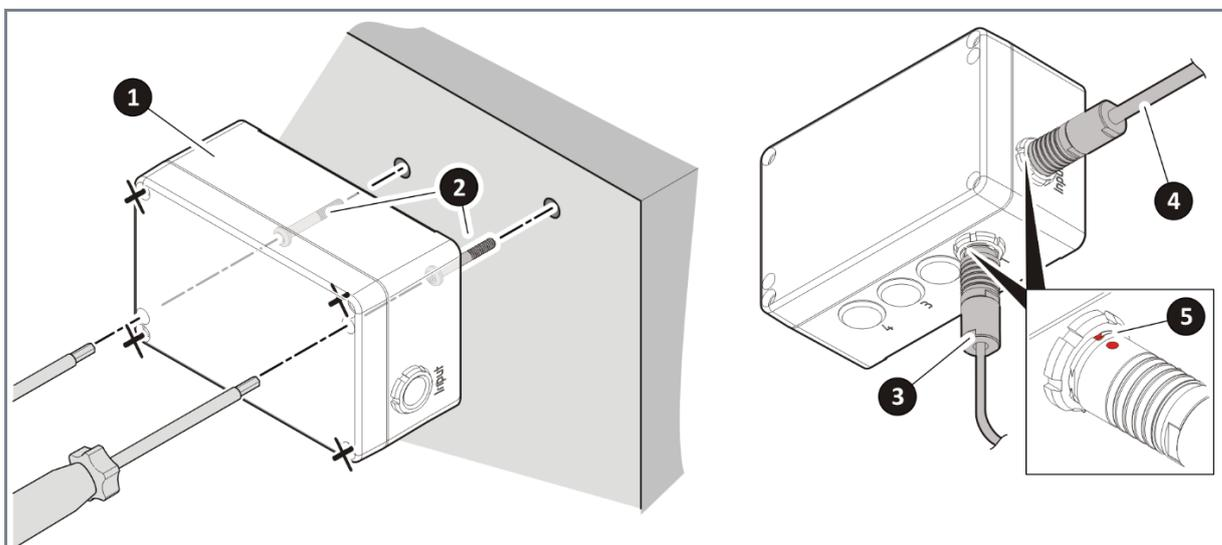

Abb. 6 DynamicMold® Controller installieren und Stecker verbinden
1. Schrauben Sie den DynamicMold® Controller (Abb. 6, Pos.1) am Formwerkzeug fest. Verwenden Sie eine Schraubensicherung um ein Lösen der Schrauben (Abb. 6, Pos.2) zu verhindern. Die zu verwendeten Schraubensicherung und Anzugsdrehmomente legt der Betreiber fest.
2. Stecken Sie das Kabel des DynamicMold® Insert (Abb. 6, Pos.3) in die Buchse 1 des DynamicMold® Controllers ein. Beachten Sie dabei ist die rote Markierung (Abb. 6, Pos.5) zur korrekten Ausrichtung des Steckers zur Anschlussbuchse. Bei der Verwendung mehrerer DynamicMold® Inserts sind die anwendungsspezifischen Zuordnungen (Buchsen <-> DynamicMold® Inserts) zu beachten.
4. Stecken Sie das Controller Cable (Abb. 6, Pos.4) in die Buchse «Input» des DynamicMold® Controllers ein (das Werkzeug muss vorgängig auf der Maschine montiert worden sein.)